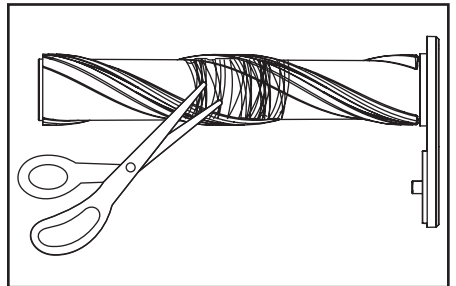

Imagen 4
3. Si la escobilla está atascada, utilice con cuidado unas tijeras o un cuchillo afilado para retirar cualquier pelo o residuo enredado alrededor de la escobilla (Imagen 4).